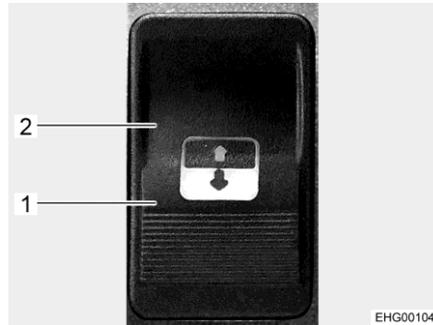

Bild 127 Bedientaste
Die Bedientaste (Bild 127) ist neben dem elektrischen Schiebedach an der Fahrzeugdecke angebracht
- Bedientaste auf der Seite mit dem Öffnen-Symbol (Bild 127,1) drücken, bis das Schiebedach in der gewünschten Position steht.
- Bedientaste auf der Seite mit dem Schließen-Symbol (Bild 127,2) drücken.
- Bedientaste auf der Seite mit dem Schließen-Symbol (Bild 127,2) drücken, bis sich das Schiebedach so weit wie möglich geschlossen hat.